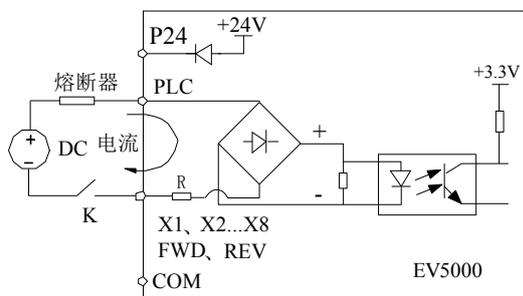

图4-22 使用外部电源的连线方式
2) 使用外部电源（要求电源必须满足 UL CLASS 2 标准，并需要在电源与接口加 4A 的熔断器），接线方式如图 4-22（注意去除 PLC 与 P24 端子间的连接线）。